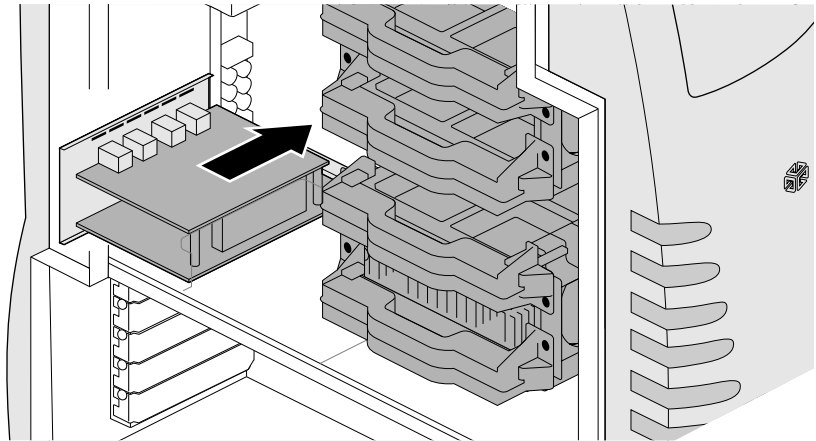

Abbildung 5-18 Einsetzen der Silicon Graphics SD1100-Karte zum Anschließen an die Systemplatine
12. Halten Sie die Silicon Graphics SD1100-Karte so, daß sie an der E/A-Leiste anliegt, und drücken Sie sie mit sanftem Druck in den Anschluß auf der Systemplatine. Vergewissern Sie sich, daß der Rand der Platine, der dem Anschluß der Systemplatine am nächsten ist, in alle Aussparungen oder Zungen einrastet, die sie am Gehäuse fixieren. Siehe Abbildung 5-18.